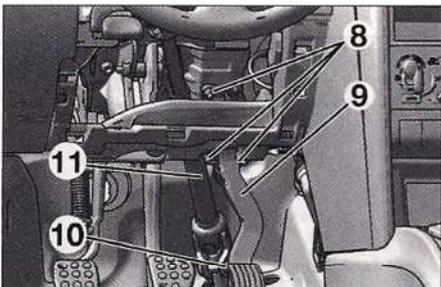

FIG. 13
- Desmontar las tuercas (8), y desmontar el pedal acelerador (Fig.13).